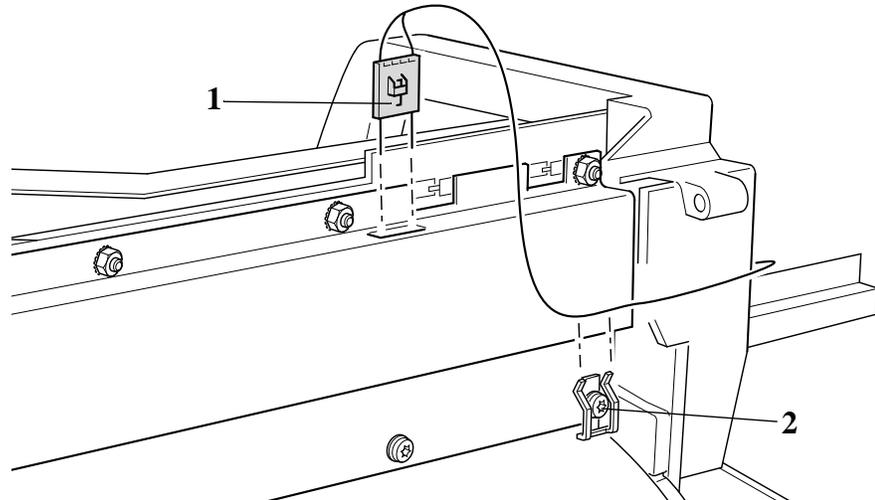

Figura 65: Cabo do detector de vazamento
5. Remova o parafuso e o clipe (item 2) da parte traseira da Impressora e desconecte o Conector do Cabo do Detector de Vazamento de Tinta (item 1) como mostrado na Figura 65. O Cabo do Detector de Vazamento de Tinta pode ser removido completamente agora